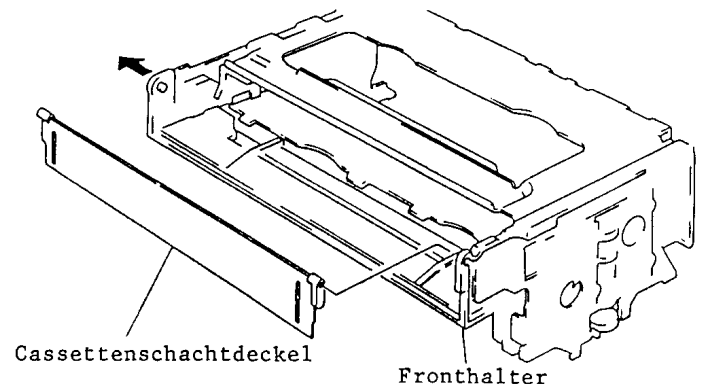

Abb. 5-2 Cassettenschachtdeckel
2. Cassettenschachtdeckel (Abb. 5-2)